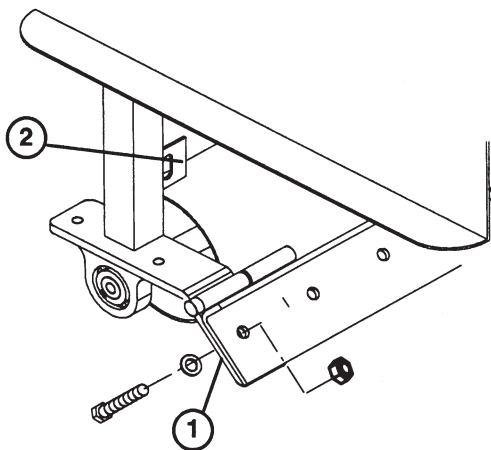

Bild 14
- A. Entfernen Sie die Muttern, mit denen jedes Ende des Rasenfingerprofils an den Walzenbeinen (Bild 14) abgesichert ist.
1. Lockern Sie die Befestigungsteile, mit denen beide Enden des Abstreifers am Walzenabstreifer-Anhängsel befestigt sind (Bild 14).